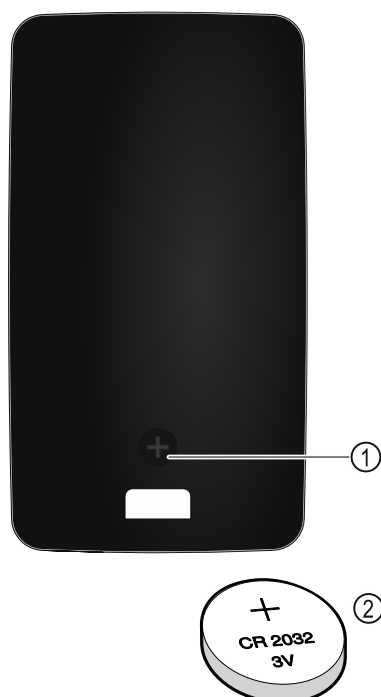

Fig. 151
Il telecomando è alimentato da una batteria CR 2032 da 3V Fig. 151 (2), disponibile presso i rivenditori specializzati.
- Svitare la vite Fig. 151 (1) sul retro del telecomando.